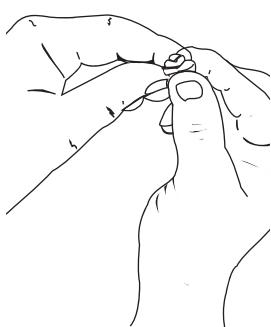

Fig. 47
5. Apriete el filtro para esparrcir y retirar el exceso de aceite (Fig. 47).